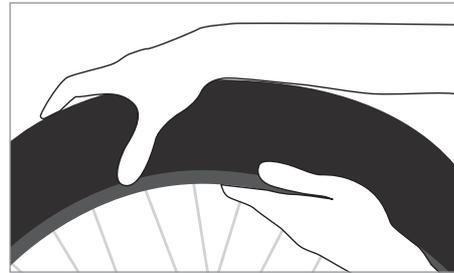

Figure 3
5. Placez vos mains sur le talon de pneu non installé face à la valve. Poussez ensuite le talon sur la lèvre de la jante (Fig.3). Faites le tour de la jante jusqu'à ce que le talon se trouve entièrement à l'intérieur de la jante. Assurez-vous que la chambre à air n'est pas coincée entre la jante et le pneu.